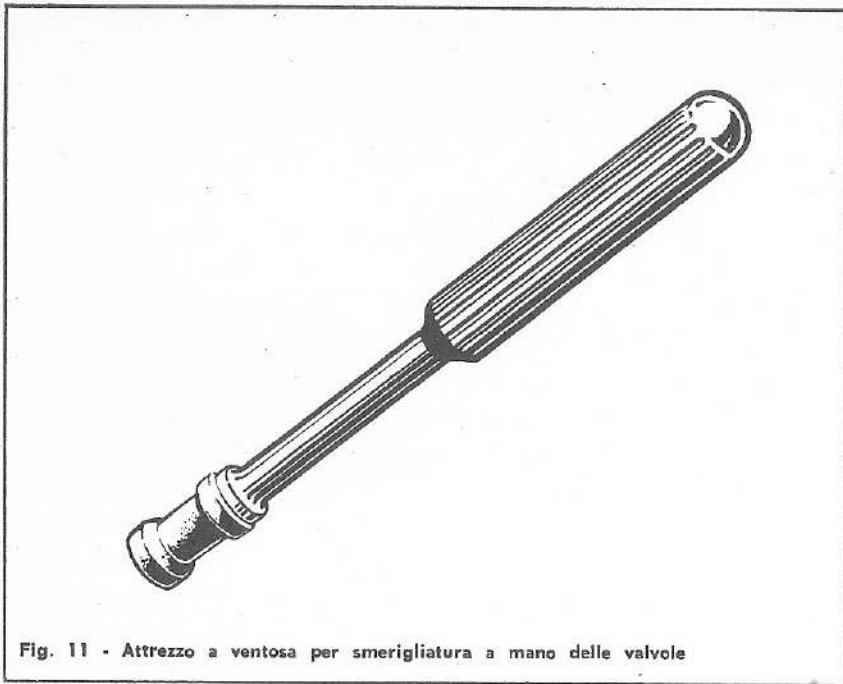

Fig. 11 - Attrezzo a ventosa per smerigliatura a mano delle valvole
- azionare la valvola con apposito attrezzo a ventosa (vedere fig. 11) dandole un moto alterno di rotazione e sollevandola ogni tanto sino a rendere la superficie di tenuta uniformemente opaca, regolare ed esente da difetti. Detta operazione può essere eseguita anche con l'attrezzo automatico indicato nella figura 12.